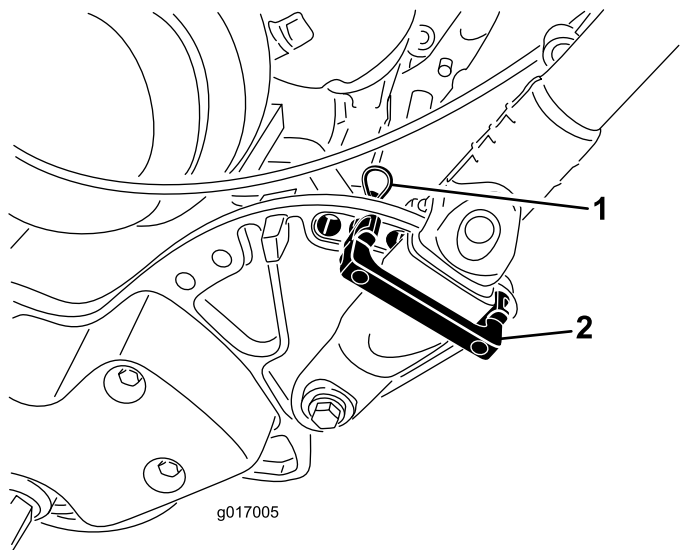

Рисунок 27
2. Удерживая рукоятку, извлеките с каждой стороны шплинты и поверните рукоятку в требуемое рабочее положение (**Рисунок 27**).
1. Извлеките игольчатые шплинты из фиксаторов рукоятки на каждой стороне машины (**Рисунок 27**).